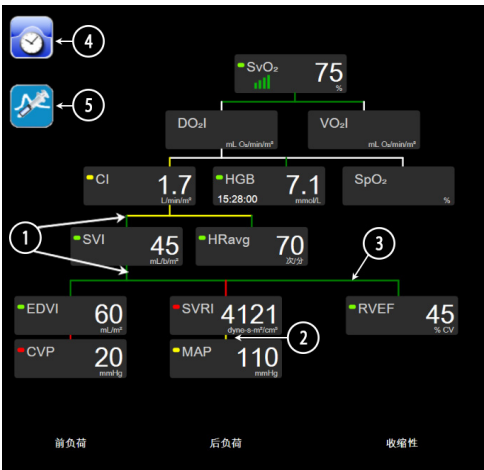

图 5-14 使用 HemoSphere Swan-Ganz 模块进行监护时的生理学关系屏幕
- 2 直接连接两个参数的垂直线与下方的参数信号灯颜色一致（例如图 5-14 中的 SVRI 与 MAP 之间）。
- 4 执行推注设置后将出现左栏。如果可用，按时钟 / 波形图标可显示历史数据（请参阅图 5-14）。
注释 图 5-14 中显示的示例正在使用 HemoSphere Swan-Ganz 模块进行监护。使用其他监护模式时，外观和参数会有差异。例如，在 FloTrac 传感器监测模式中进行监护时，HR_{avg} 被 PR 取代，并出现 PPV 和 SVV（如果已配置），而不显示 EDV 和 RVEF。